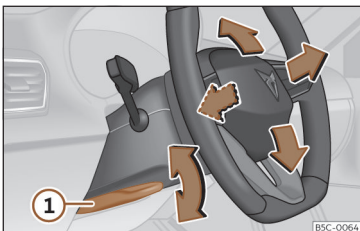

Fig. 93 Alavanca na parte inferior do lado esquerdo da coluna de direção
- Puxe a alavanca >>> **Fig. 93 1** para baixo, mova o volante até à posição desejada e volte a subir a alavanca até ao ponto de fecho.
- Após ajustar a coluna da direção, empurre firmemente a alavanca >>> **Fig. 93 1** para cima para que o volante não mude de posição acidentalmente durante o andamento.